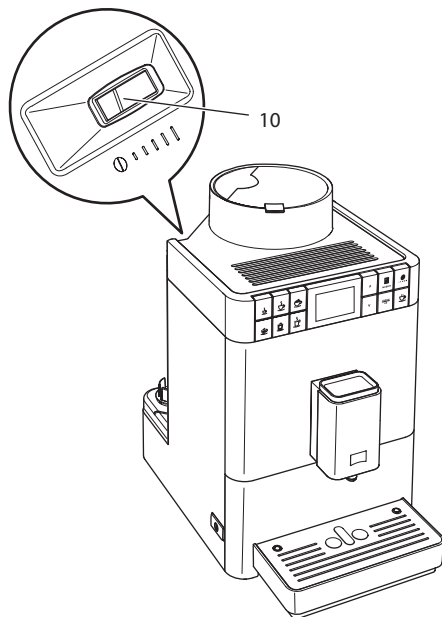

Fig. 16: Leva per la regolazione del grado di macinazione
- » Sul corpo della macchina diventa visibile la leva "regolazione del grado di macinazione" (10).
2. Spostare la leva verso sinistra o verso destra, come illustrato nella Fig. 16.